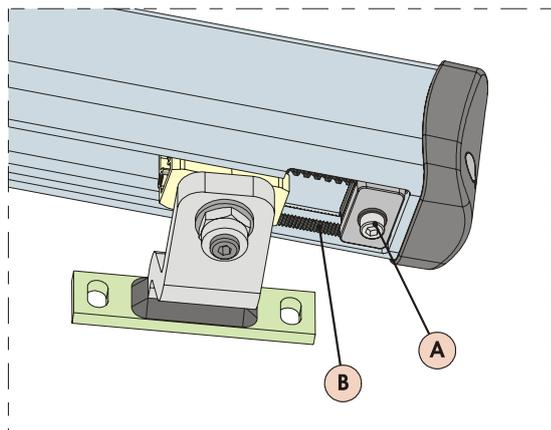

Abb. 19
- 3) Die Befestigungsschraube, Abb.19 – Bez.A. lockern. Es ist nicht erforderlich, die Schraube vollständig abzunehmen.
**ACHTUNG:** Der mechanische Anschlag arbeitet gekoppelt mit einem Zahnsegment, Abb. 19 Bez. B. Bei Behinderungen während der Bewegung sicherstellen, dass die Kupplung frei ist. KEINE GEWALT ANWENDEN.